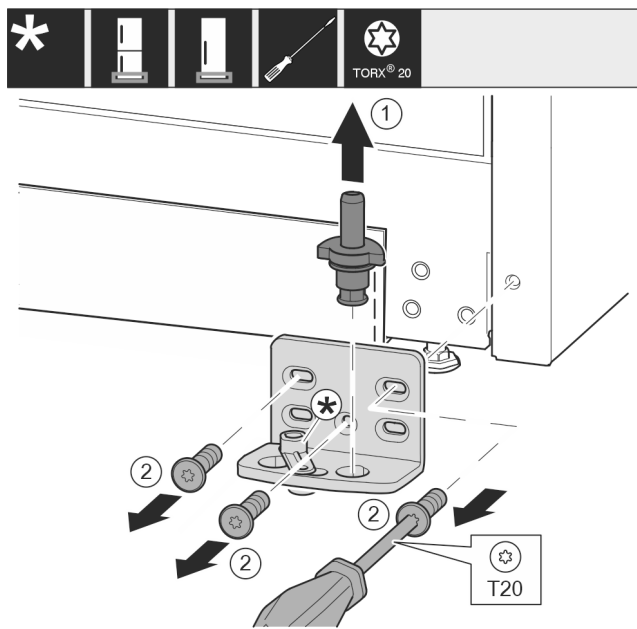

Fig. 16 \*
- Ložiskový čep Fig. 16 (1) celý vytáhněte nahoru.\*
- Šroubovákem vyšroubujte šrouby Fig. 16 (2) a sejměte stojan ložiska.\*